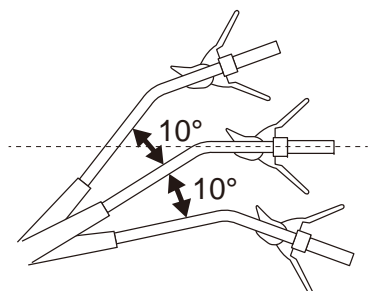

Fig. 17
- > Respeite a posição recomendada de +/-10° na vertical e +/-35° na horizontal (Figs. 17, 18).